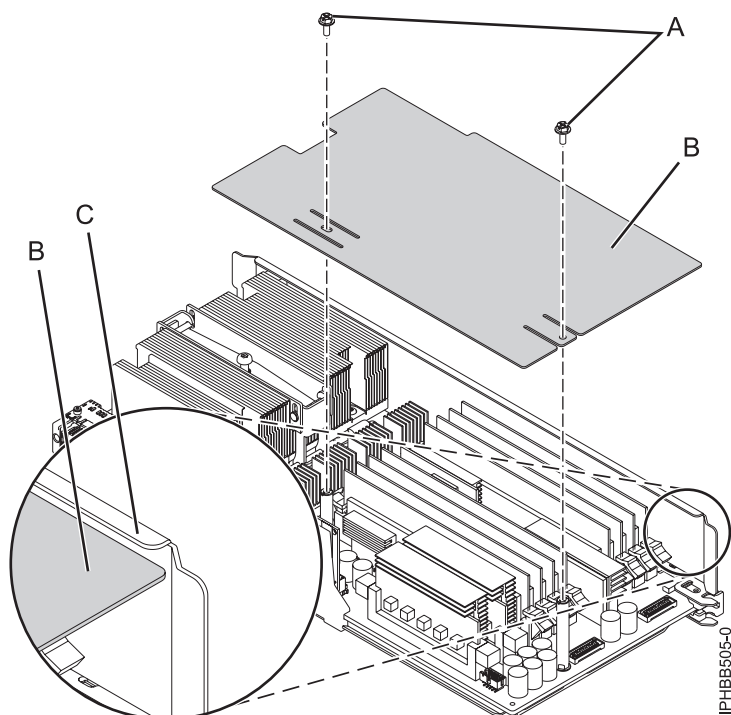

Figure 1. Installation du capot du bloc processeur système plat
- Si vous disposez du capot plat illustré dans la Figure 1, installez le capot (B) sous la bride de la plaque métallique (C) et serrez les deux vis (A).